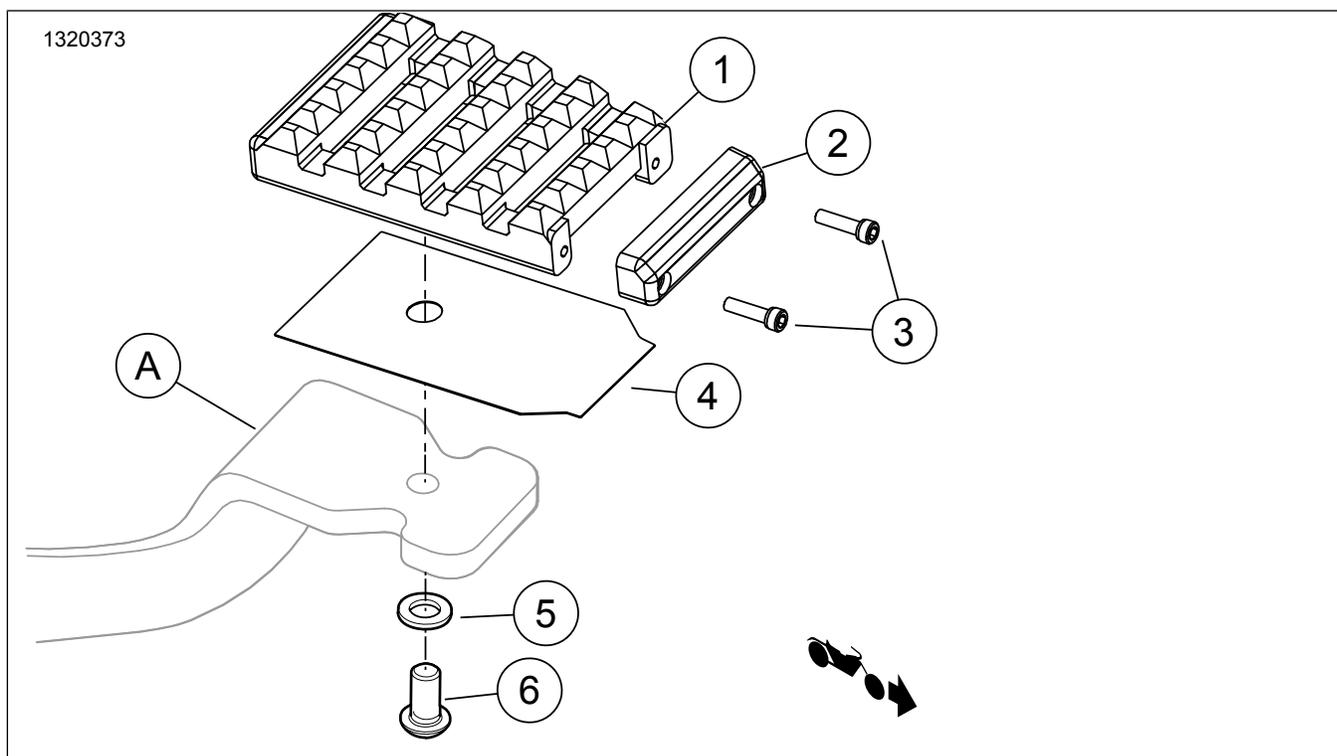

Рисунок 1. Содержимое комплекта Компоненты накладок педали тормоза
1. См. Рисунок 1 . Совместите **новую** накладку педали тормоза (1) и вставку (4) с торцом рычага ножного тормоза (A) и задвиньте их.
2. Установите простую шайбу (5) и винт (6).
3. Вверните винт (6) через отверстие в рычаге ножного тормоза (А) в заднюю часть накладки педали тормоза (1). Затяните.
1. См. Рисунок 1 . Выверните винты (6).
2. Замените окантовку или слайдер (2).
3. Нанесите каплю фиксатора резьбы на винты (3).